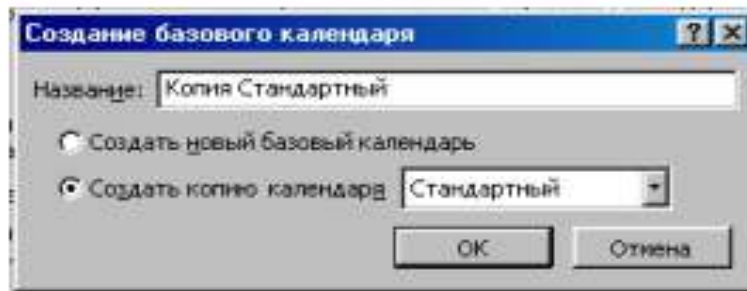

Рис. 6
- Нажмите кнопку (Создать) в диалог (Изменение рабочего времени). На экране появится диалог (Создание базового календаря) (рис. 6).